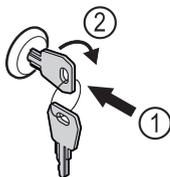

Fig. 160 Simbolična slika
- ▶ Vstavite ključ Fig. 160 (1).
- ▶ Ključ obrnite v smeri urnih kazalcev za 90° Fig. 160 (2).